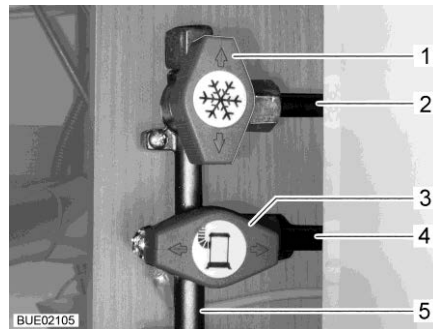

Bild 170 Läge Gasavstängningsventiler (exempel)
- Ställ gasavstängningsventilen för respektive gasapparat parallellt (Bild 170,3) med den ledning (Bild 170,4) som går till gasapparaten.
- Ställ gasavstängningsventilen för respektive gasapparat tvärs (Bild 170,1) mot den ledning (Bild 170,2) som går till gasapparaten.